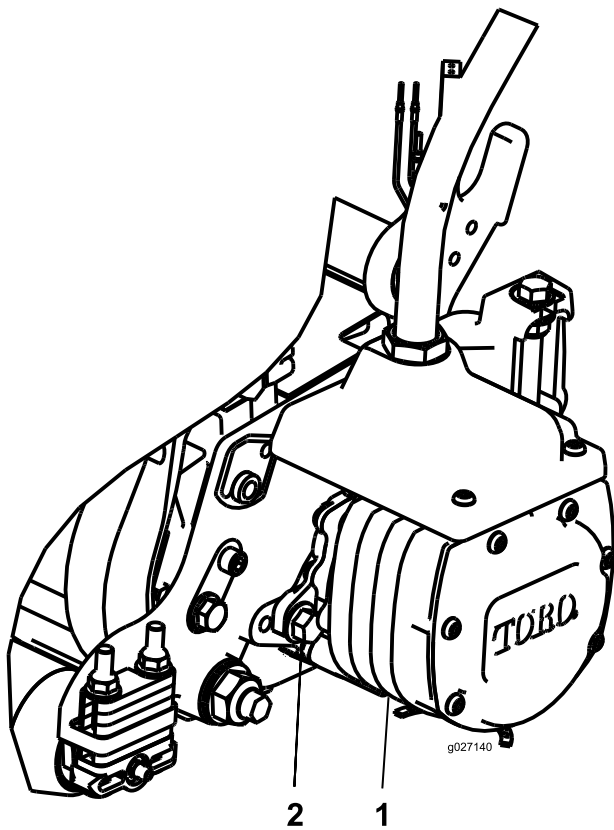

Figura 11
14. Instale o motor rodando-o no sentido dos ponteiros do relógio de forma a que as flanges do motor se afastem dos parafusos (Figura 11).